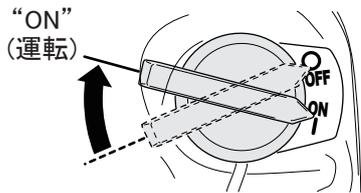

図 14
4. エンジンスイッチを“ON(運転)”の位置にします。(図14)